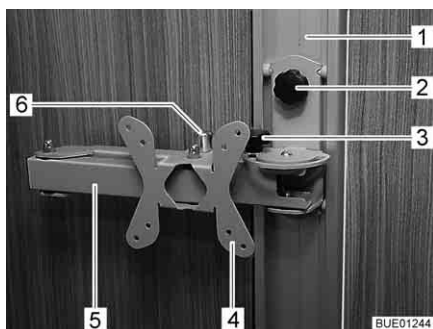

Fig. 53 Support sur rail
- Desserrer la vis à garret (Fig. 53,2) et placer le support (Fig. 53,4) dans le rail (Fig. 53,1) à la hauteur désirée.
- Desserrer la vis à garret (Fig. 53,3).
- Tirer sur le bouton de déverrouillage (Fig. 53,6). Le bras articulé (Fig. 53,5) est déverrouillé.
- Resserrer la vis à garret (Fig. 53,3).
- Faire retourner l'écran plat dans sa position initiale jusqu'à ce que le bras articulé (Fig. 53,5) s'enclenche de manière audible dans le verrouillage.
- Desserrer la vis à garret (Fig. 53,2), placer le support (Fig. 53,4) à la hauteur désirée et resserrer la vis à garret.